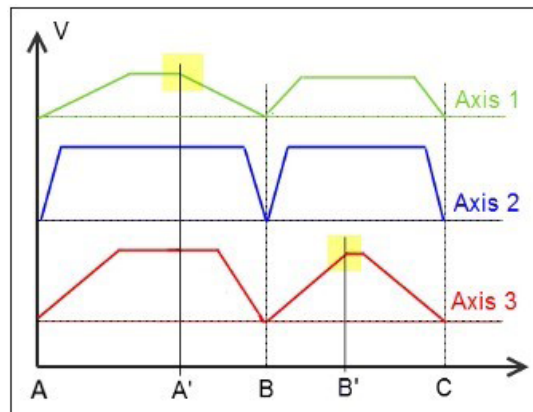

图1.2 拐角过渡模式
2) 在PTP运动模式下，运动拐角过渡点是根据先前计算的两个运动的速度曲线来确定的。在插补运动中多个轴，如图1.2所示，点A'由第一个轴减速到拐角点B的时间决定。点B'是最后一个轴从拐角点B开始到其加速运动完成的时间来决定的。